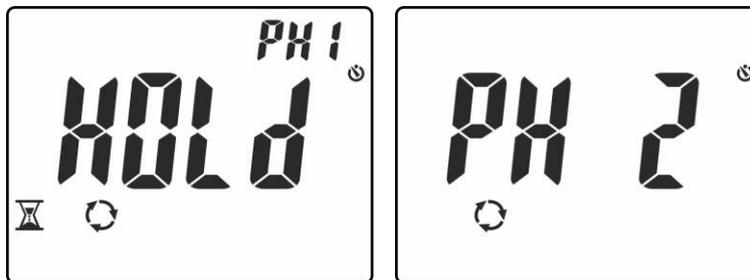

Fig. 12: Riconoscimento fase L1 e attesa per fase L2
4. In condizioni corrette di tensione e frequenza, lo strumento mostra il messaggio “**HOLD**”, i simboli e “PH1” ed emette un suono continuo in attesa del riconoscimento di un valore stabile di tensione sulla fase L1 (vedere Fig. 12 – parte sinistra)
5. **Non rimuovere il puntale dalla fase L1** fino alla visualizzazione del messaggio “**PH 2**” lampeggiante a display (vedere Fig. 12 – parte destra)